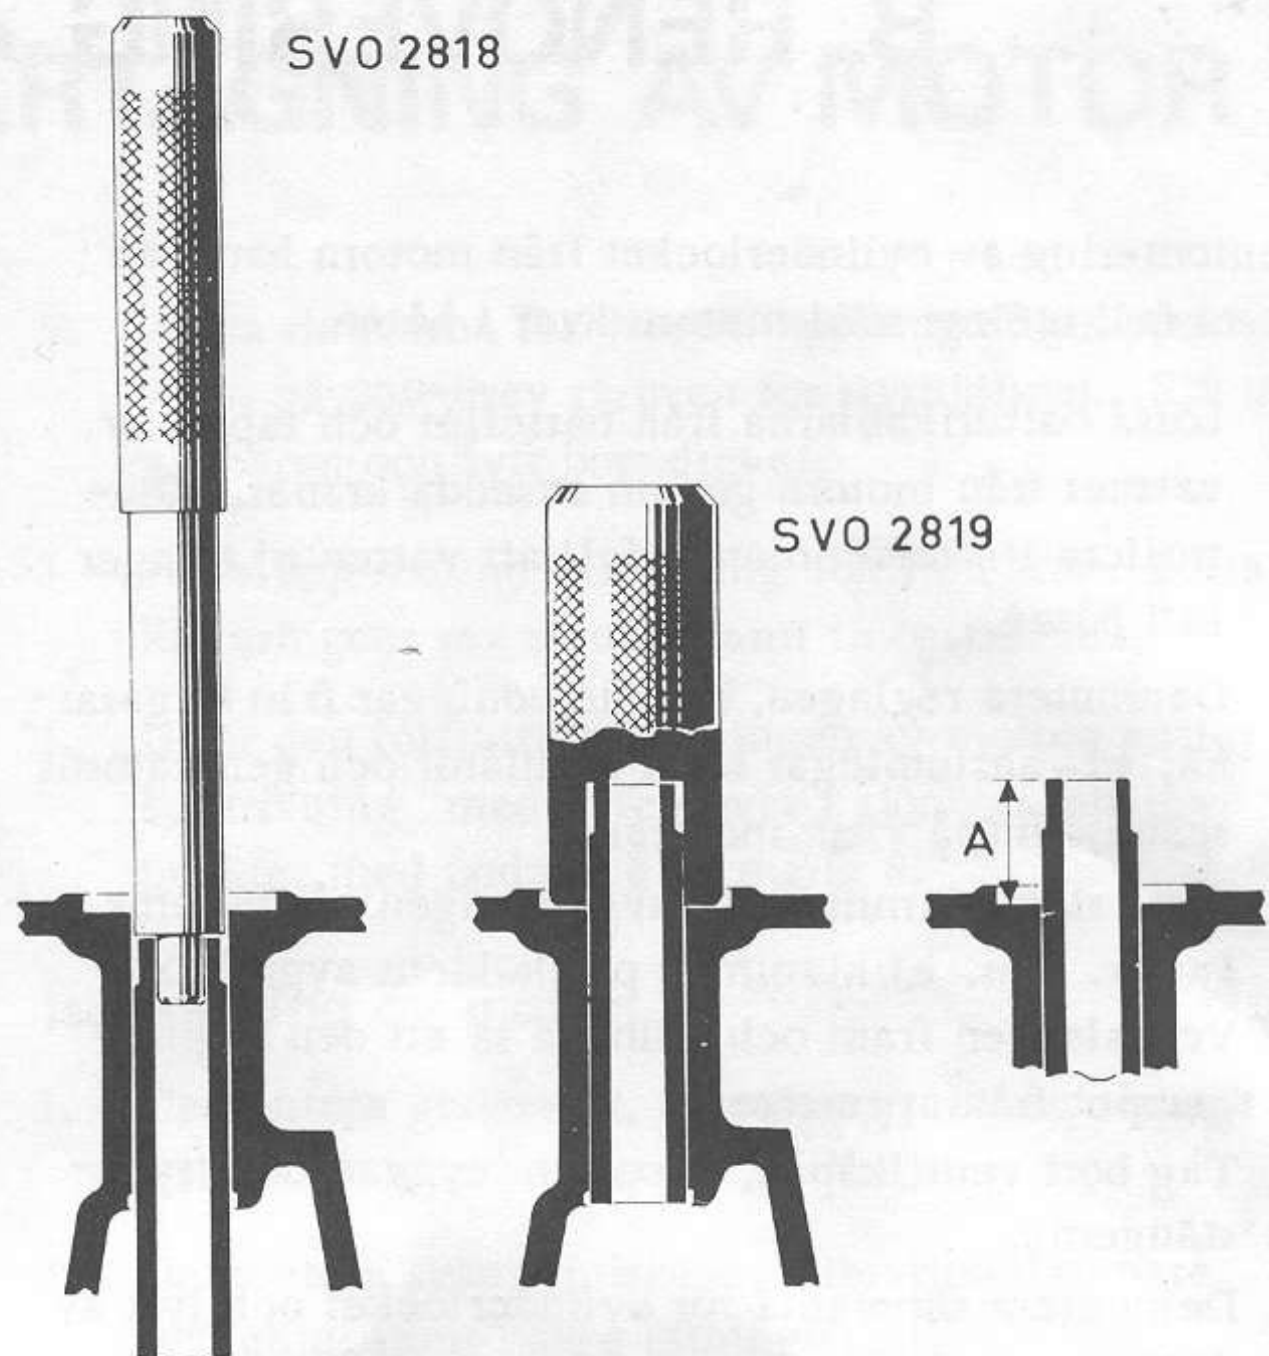

Bild B4 Byte av ventilstyrningar
1. Pressa ur de gamla styrningarna med verktyg SVO 2818. Se bild B4.
2. Pressa i nya styrningar, använd dorn SVO 2819, som ger rätt ipressningsdjup. Se bild B4.